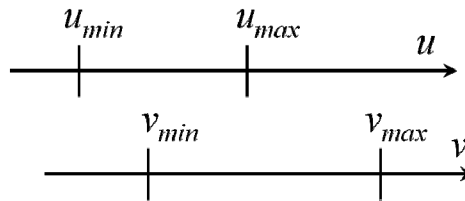

Figura 1. Valores extremos que definen los intervalos de variación de una entrada u y de una salida v .
Ejercicio: En la ecuación (3), ¿cuales son la ganancia y el offset? (es decir, como relación lineal, cuál es la pendiente y la ordenada al origen) Deduzca la relación (3) a partir de: (A), La Figura 1 y
- ♣ **Ejercicio:** Generalice todo el ejercicio anterior y la Figura 1 para el mapeo 2D de una ventana W_{XY} en otra W_{UV} , v.g., coordenadas en el mundo real a coordenadas en un despliegue gráfico.
- ♣♣ **Ejercicio:** Proponga equivalentes a la ecuación (3) para sistemas no lineales donde entrada y salida se relacionan funcionalmente de forma (A) *hiperbólica*, (B) *cuadrática*, (C) *exponencial*, (D) *sinusoidal*, (E) *sigmoidal*; establezca intervalos de validez y los parámetros más generales que convengan para cada modelo.